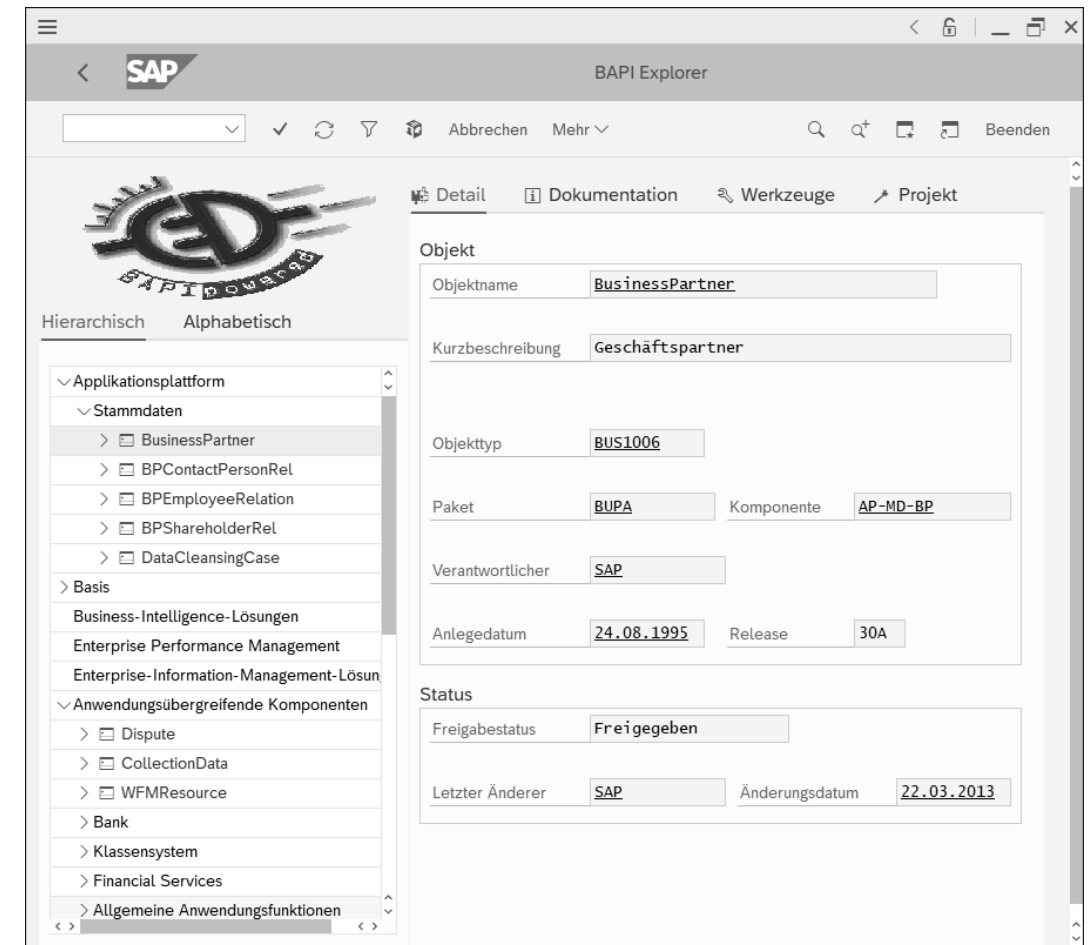

Abbildung 1.15 BAPI-Übersicht im SAP-ABAP-System
- BAPIs finden Sie über Transaktion BAPI (siehe Abbildung 1.15)